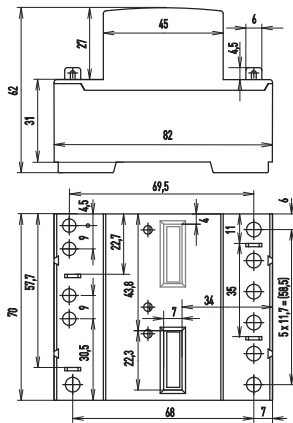

Fig. 3
- Fig. 3 (on the 1-tariff meter the right-hand counter is missing)
| Dimensioni d'ingombro | <ul style="list-style-type: none"> Fig. 3 (nel modello a singola tariffa manca il contatore di destra) |